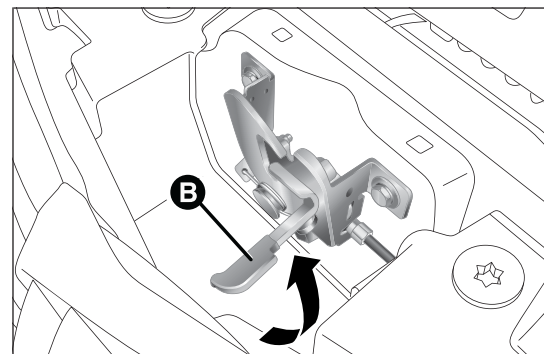

fig. 64
- déplacer vers la gauche le levier B fig. 64 comme indiqué sur le schéma ;